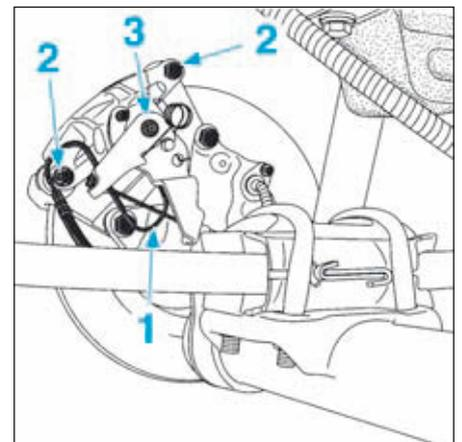

FIG.8
- Desserrer la canalisation de frein (1) (Fig.8) sur l'étrier.
- Déposer les vis de colonnette (2).